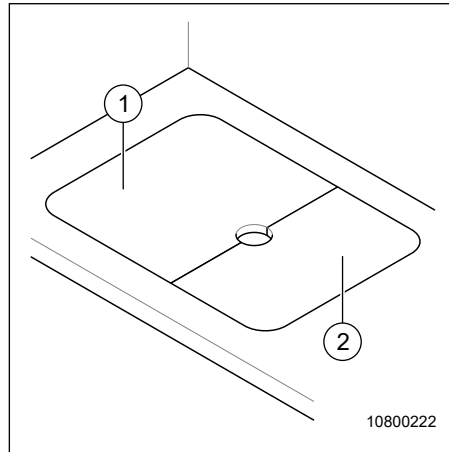
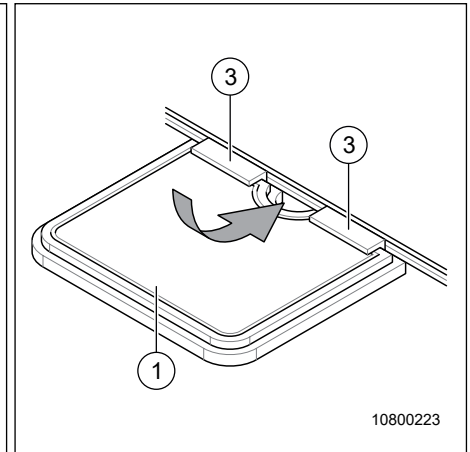

Fig. 31 Recouvrement de l'évier
Fig. 32 Plan de travail
- On peut ranger les recouvrements (Fig. 31, pos. 1, et 2 et Fig. 32, pos. 1) dans un tiroir sous le réchaud à gaz.
Le recouvrement (Fig. 32, pos. 1) peut faire office de plan de travail d'appoint.
- Pousser le recouvrement (Fig. 32, pos. 1) avec l'arête droite, en l'inclinant légèrement par le haut dans le support (Fig. 32, pos. 3) et l'enfoncer complètement.